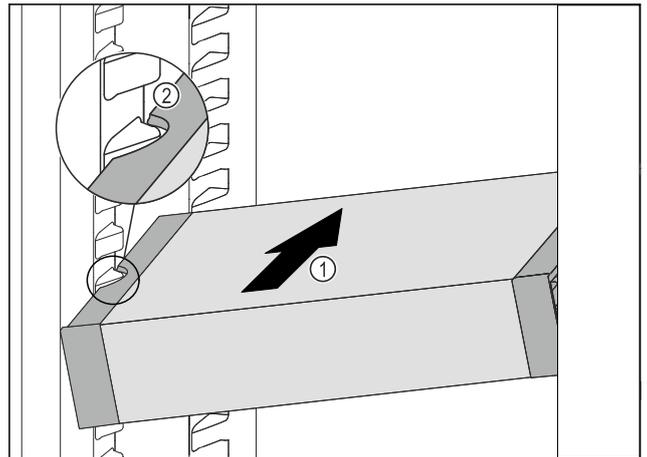

Fig. 133
- ▶ VarioSafe schräg in das Kühlteil einschieben Fig. 133 (1), bis sich die seitlichen Aussparungen Fig. 133 (2) des VarioSafes auf Höhe der Behälterrippe im Kühlteil befinden.